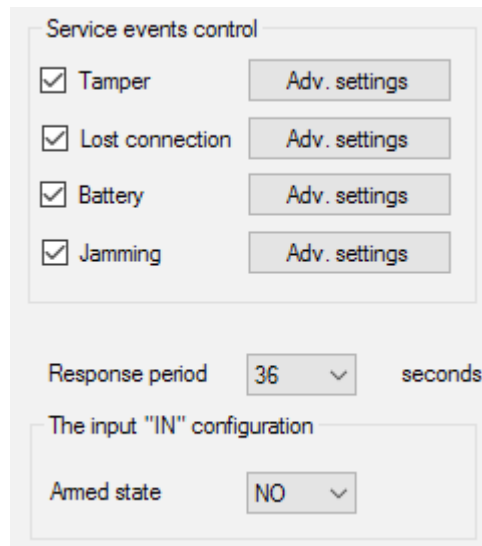

Imagen 23. Menú de configuración de salidas de servicio en la página “Zonas de radio”
No lo olvide: cuanto mayor sea el período de sondeo (Imagen 23) de los sensores (varía de 12 a 300 segundos, configurado por defecto en 36 segundos), ¡más larga será la vida útil de la batería de los sensores inalámbricos! Al mismo tiempo, se sugiere no utilizar un largo período de sondeo en sistemas seguros para lugares donde el retraso puede ser crítico (por ejemplo, en instituciones financieras). Cuando el período de sondeo es demasiado largo, el intervalo de tiempo de los estados que envían los sensores aumenta, lo que influye en la reacción de protección del sistema a los eventos de servicio (por ejemplo, evento de conexión perdida). El sistema siempre reacciona inmediatamente a los eventos de alarma con cualquier período de sondeo.
6. Las **4 salidas (T, S, B, J)** corresponden a las zonas de servicio (Imagen 18). Las zonas de servicio se utilizan para enviar datos de funcionamiento a la unidad central. El funcionamiento de las salidas de servicio es ajustable (Imagen 23), pueden ser impulsos del tipo biestable. Es posible desactivar las salidas de servicio, en caso de que no se utilicen en la unidad central del sistema de seguridad (panel). Para desactivarlas, desmarque la casilla de verificación con el nombre de la salida correspondiente en el software de configuración (Imagen 23).